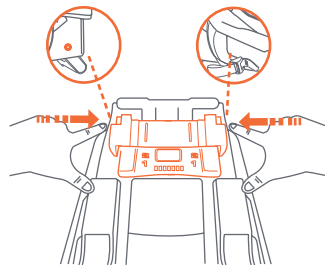

Fig. 57-2
- 2- Presione los botones de liberación del pie de elevación ubicados en el costado de la base (Fig. 57-2).